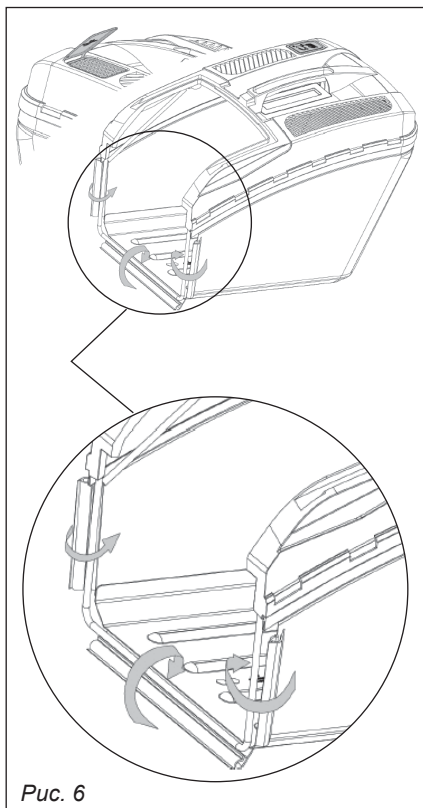

Рис. 6
5. Для установки травосборника поднимите заднюю защитную крышку и установите собранный травосборник в пазы (рис. 6, 7).